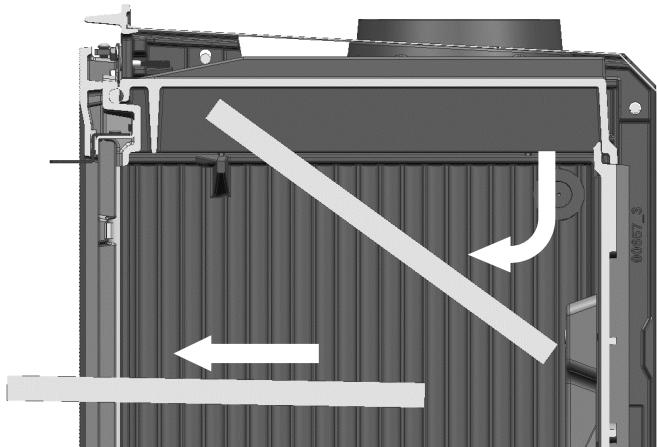

Fig. 2
2. Desplazar el deflecto hacia abajo quedando libre la pieza (Fig.2).